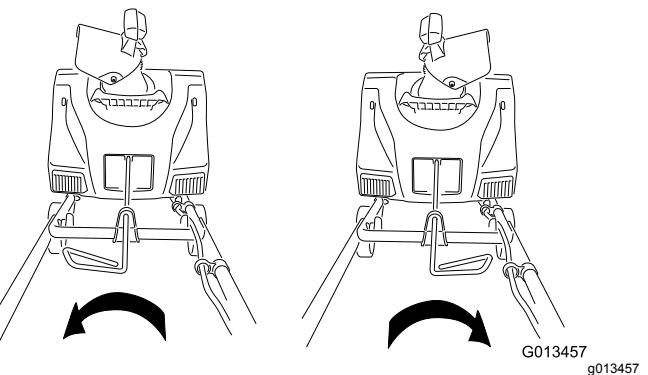
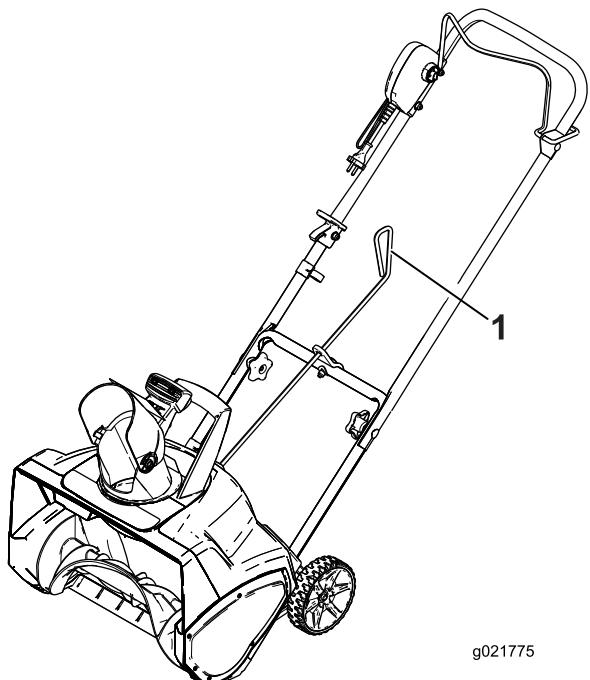

Bild 7
Bild 6
4. Stellen Sie sicher, dass der Griff der Auswurfkanal-Schaltstange nach oben (Bild 6) zeigt, und stecken Sie die Stange in das gekeilte Loch hinten am Gehäuse.
6. Bewegen Sie den Griff an der Auswurfkanal-Schaltstange, um sicherzustellen, dass sie sich in der gleichen Richtung wie der Auswurfkanal bewegt (Bild 7).
Bewegen Sie zum Einstellen des Auswurfkanals den Griff an der Auswurfkanal-Schaltstange in die Richtung, in der Sie den Schnee auswerfen möchten (Bild 6 und Bild 7).